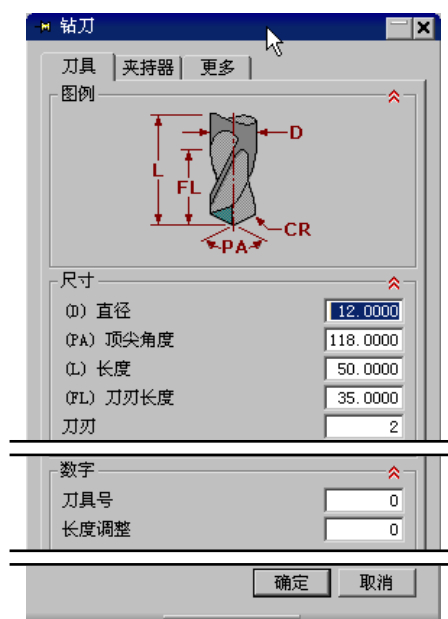

图 6.7.4 “钻刀”对话框
Step2. 确定刀具类型。在“创建刀具”对话框 **类型** 下拉列表中选择 **drill** 选项，在 **刀具子类型** 区域中选择“DRILLING_TOOL”按钮 。在 **名称** 文本框中输入 D6，然后单击 **确定** 按钮，系统弹出图 6.7.4 所示的“钻刀”对话框。
Step3. 设置刀具参数。在“钻刀”对话框中 **(D) 直径** 文本框中输入值 6.0，在 **刀具号** 文本框中输入值 1，其他参数采用系统默认设置，单击 **确定** 按钮，完成刀具的设置。